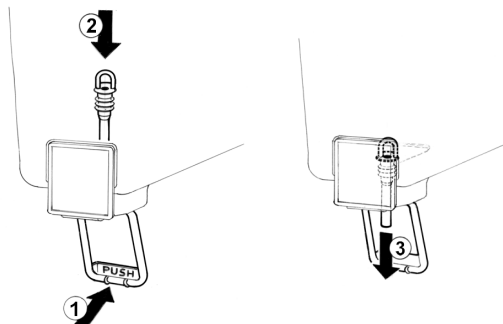

Bild 4
2 Ausschlauchventil: den Betätigungshebel des Ventils drücken (1) und den Ausschlauch in den Behälter einfügen (2). Am unteren Ende des Ausschlauchs leicht nach unten ziehen (3) bis er genau sitzt (Bild 4).